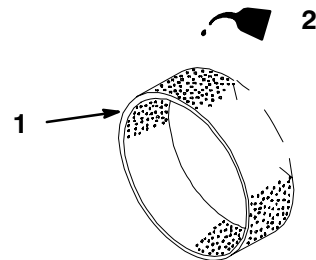

Figure 18
- C. Imbibez l'élément d'huile (Fig. 18). Pressez l'élément pour bien répartir l'huile.